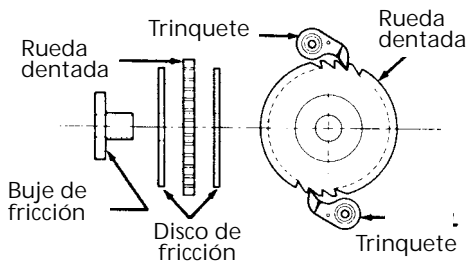

Figura 8 - Montaje del freno
1. Rosque el buje de fricción (11) sobre el eje del piñón (7) y monte los discos de fricción y la rueda dentada sobre el buje de fricción (Vea la Figura 8).